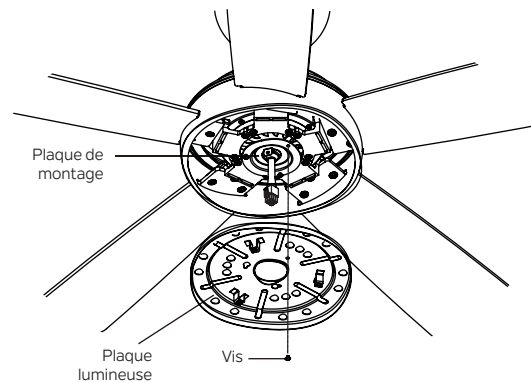

Fig. 17
Étape 1. Retirez la vis marquée d'une étiquette à points sur la plaque de montage et conservez-la pour une utilisation ultérieure, puis desserrez légèrement les deux autres vis. Fixez la plaque d'éclairage à la plaque de montage à l'aide des deux fentes de clé de la plaque d'éclairage. Remplacez la vis précédemment retirée et serrez fermement les 3 vis. (Fig. 17)